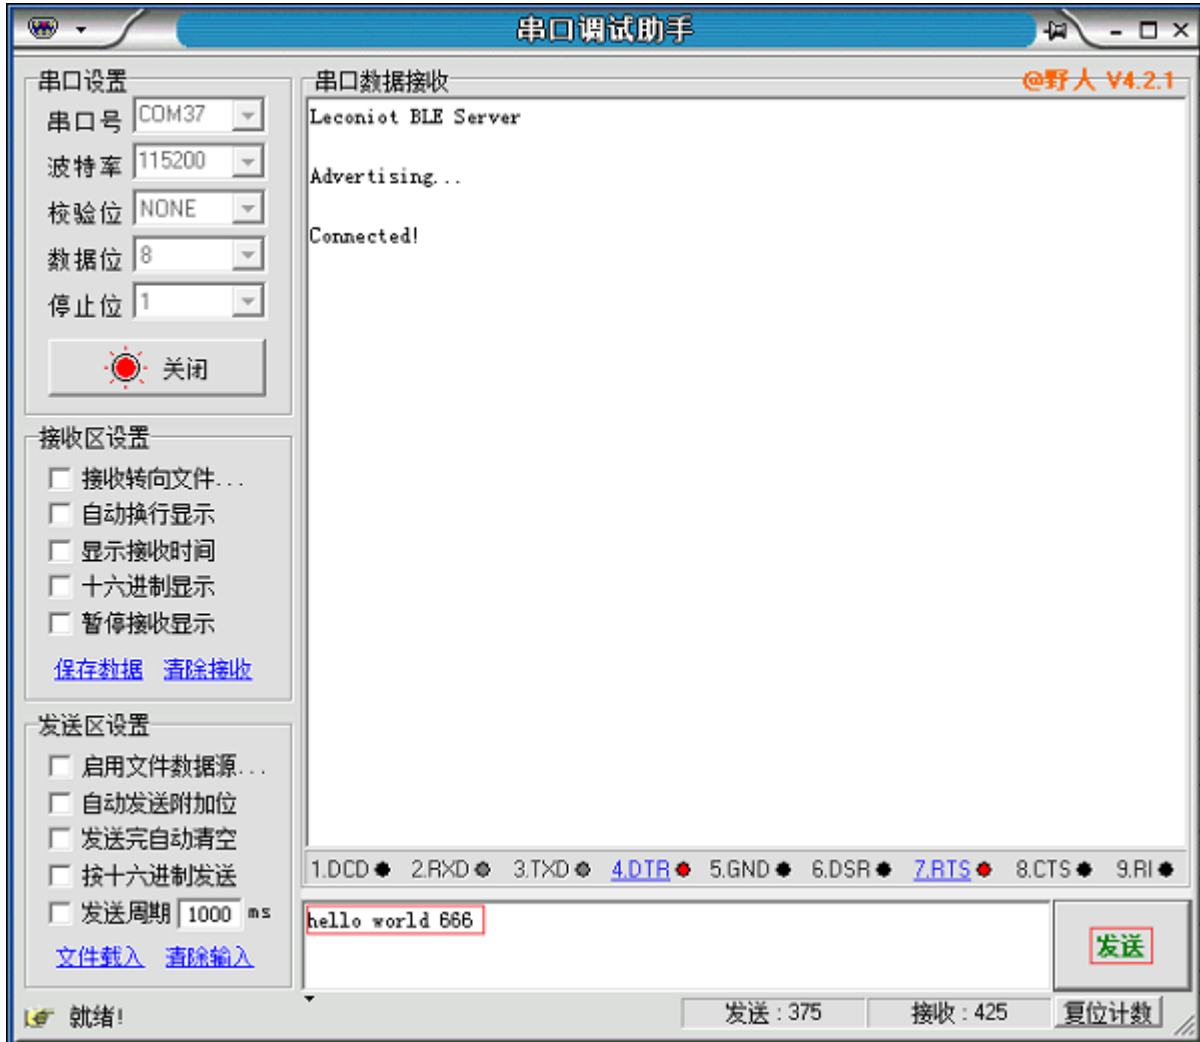

图 20 服务端发送信息
- 步骤 5：经过以上 4 个步骤蓝牙的服务端和客户端已经连接完毕，下面我们就在两个透传模块之间进行数据透传。首先通过服务端串口工具输入窗口输入 **hello world 666**，点击**发送**，如图 20 所示：